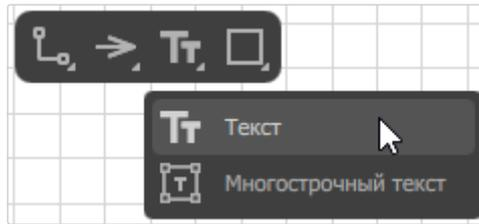

Рисунок 36. Инструменты «Текст» и «Многострочный текст» на панели инструментов
- 2) В раскрывшемся списке выбрать инструмент «Текст» или «Многострочный текст» (см. рисунок 36).